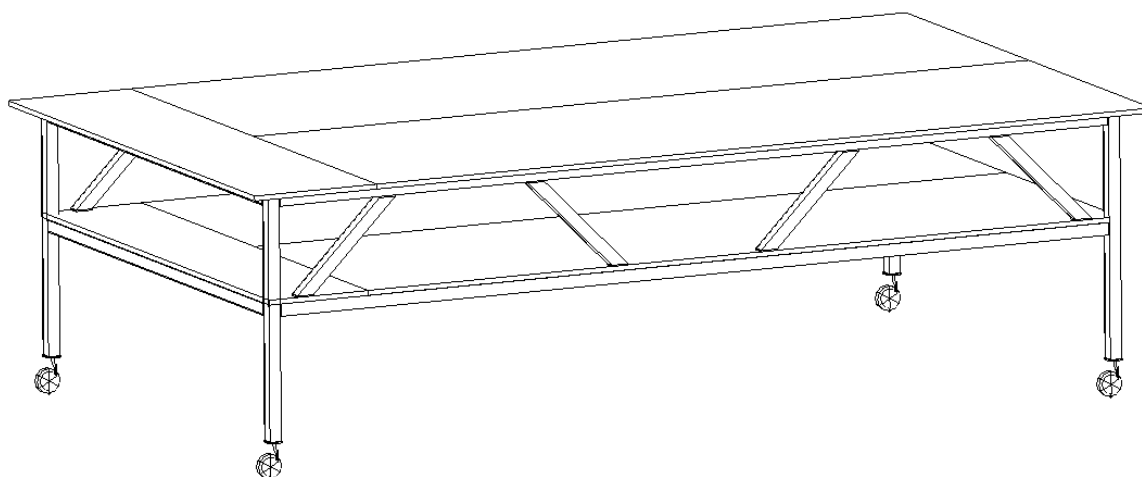

Рис. 5
- 4.9 Затем укладываем и закрепляем столешницы к металлокаркасу. Крепление столешниц производится с использованием саморезов 3,5 x 16 мм через специальные отверстия в профилях металлокаркаса расположенных по периметру стола, а также с использованием 8 уголков, устанавливаемых в местах примыкания столешниц (Рис.5).